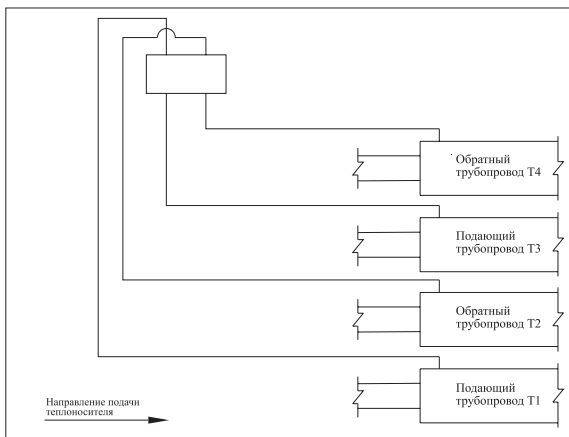

Рис. 3 «Закольцовка одной четырехтрубной системы ОДК»
2.1. Закольцовка одной четырехтрубной системы ОДК - **Рис. 3, 7.**